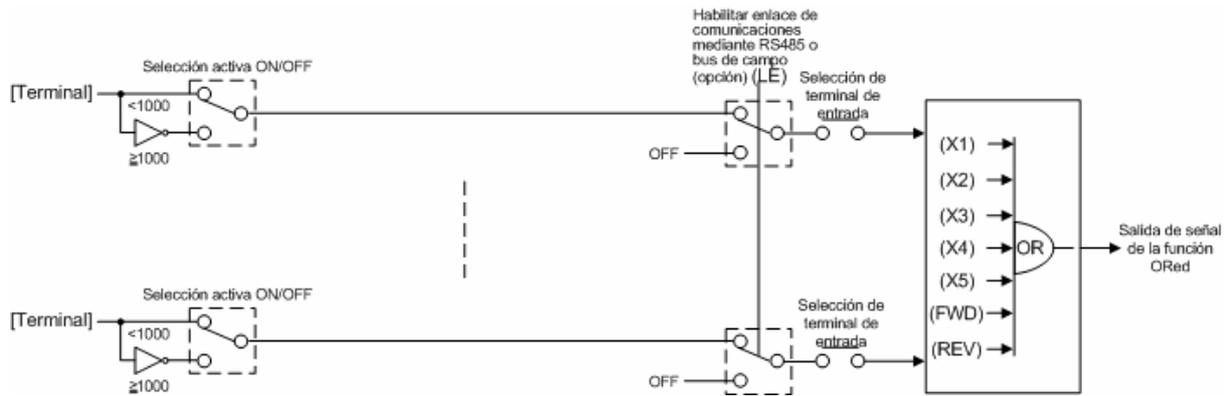

Figura 4.3 (d) Diagrama de bloques de bloque de entradas de control digital (Forzado a desactivar las señales en los terminales durante la activación de (LE))
La Figura 4.3 (d) es un diagrama de bloques del Bloque de entradas de control digital (forzado a desactivar las señales en los terminales mientras el comando de enlace de comunicaciones (LE) se está activando) que fuerza a desactivar cualquier señal en los terminales de entradas digitales durante la activación del enlace de comunicaciones (LE). Una vez desactivado el “enlace de activación de comunicaciones”, las señales de los terminales de entrada de control se convierten directamente en la salida de señal para el control.